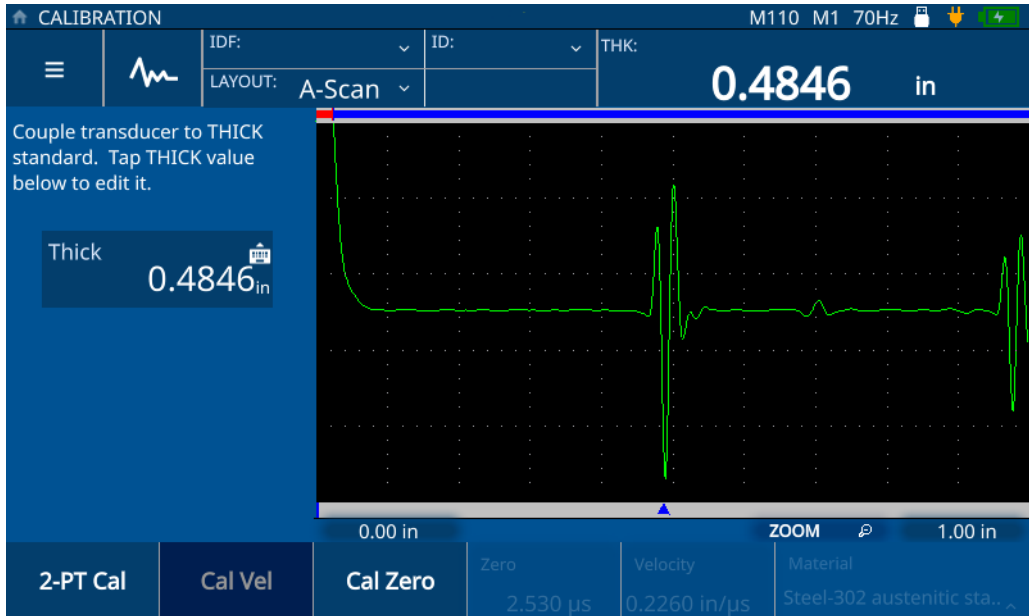

Figura 5-2 Calibração da velocidade
4. Siga as instruções na tela que fornecem instruções de calibração e acople o transdutor à amostra com uma espessura máxima conhecida (consulte Figura 5-2 na página 41).